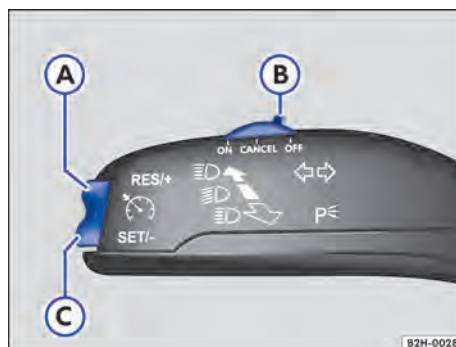

Fig. 114 En el lado izquierdo de la columna de dirección: mando y teclas para manejar el regulador de velocidad.
1. Desplace el mando → fig. 114 B a la posición **ON**.
1. Durante la marcha, pulse la tecla **SET/-** → fig. 114 C.
+ 1 km/h (1 mph): Presione brevemente la tecla **RES/+** → fig. 114 A.
- 1 km/h (1 mph): Presione brevemente la tecla **SET/-** → fig. 114 C.
1. Desplace el mando → fig. 114 B a la posición **CANCEL**.
1. Pulse la tecla **RES/+** → fig. 114 A.
1. Desplace el mando → fig. 114 B a la posición **OFF**.